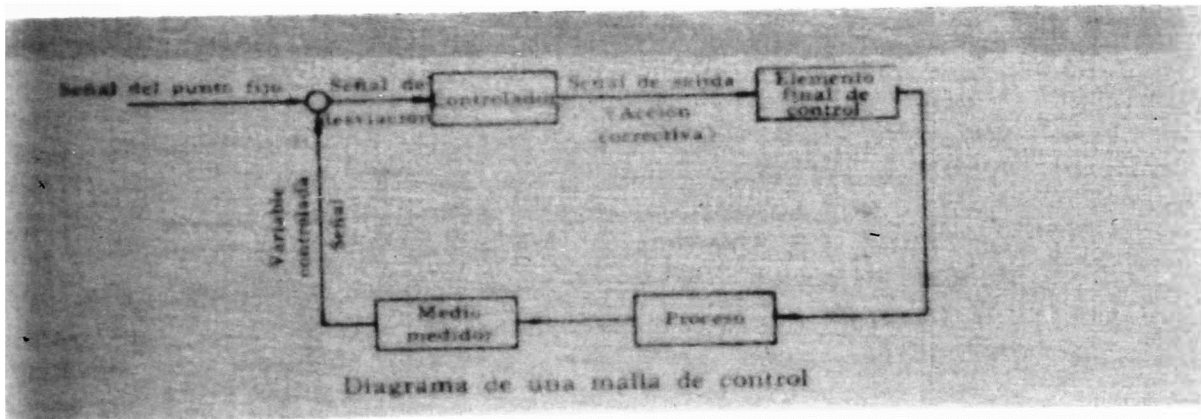

FIGURA 10
**1.- GENERALIDADES.-** Un sistema automático de control generalmente consiste de medios de medición, el controlador y el elemento final de control. Estos elementos reaccionan uno al otro y por lo tanto, forman un círculo o malla cerrada, como se ilustra en la figura 10.